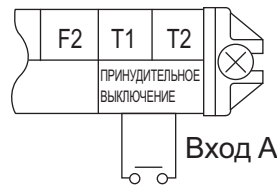

Рис. 30
(1) Спецификации проводов и указания по электрическому монтажу (См. рис. 30)